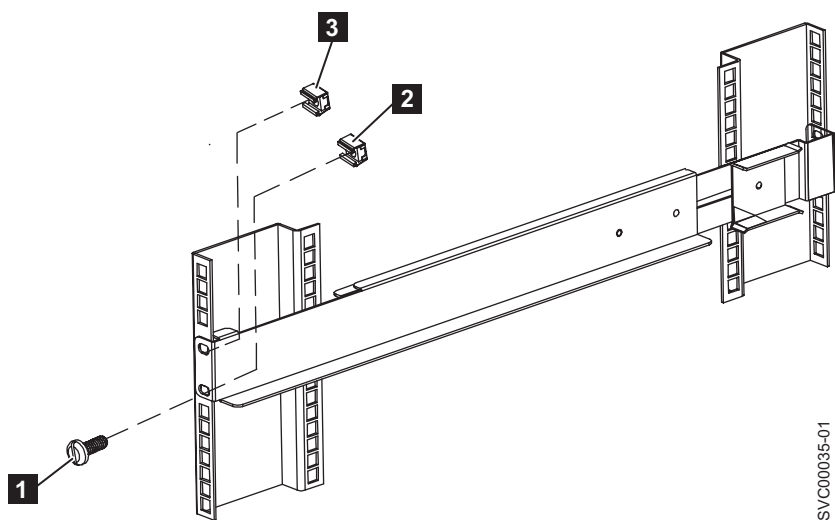

Figura 233. Removendo o trilho frontal no 2145 UPS-1U
3. Remova a porca da presilha do buraco superior do trilho (**3** em Figura 233).